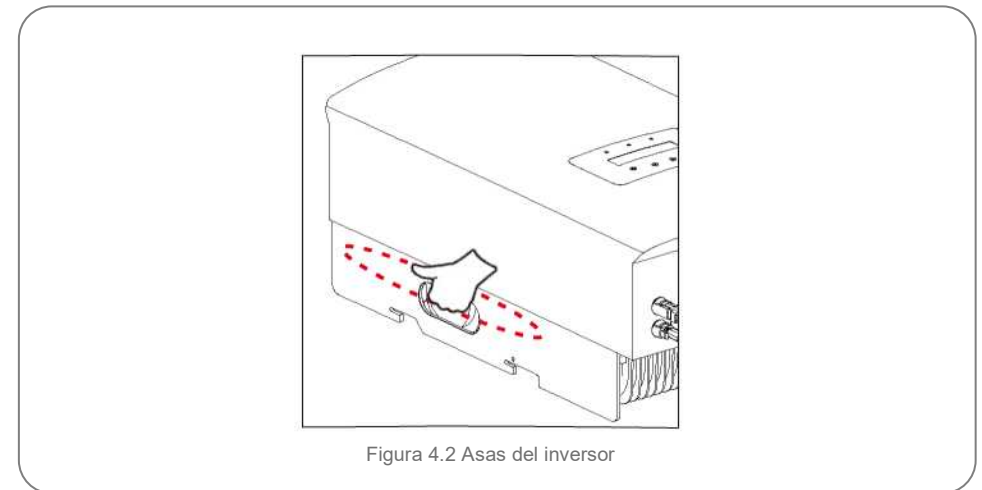

Figura 4.2 Asas del inversor
2. Abra la caja, luego sujete ambos lados del inversor a través del área indicada con la línea punteada. (vea Figura 4.2).